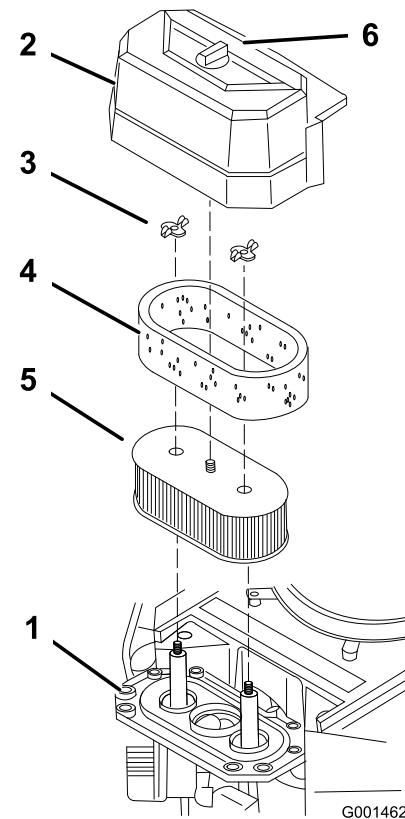

Figure 26
3. Nettoyez la surface autour du filtre à air pour éviter que des impuretés n'endommagent le moteur en tombant à l'intérieur (Figure 26).
4. Dévissez le bouton du couvercle et déposez le couvercle du filtre à air (Figure 26).
5. Dévissez les 2 écrous à oreilles et déposez l'ensemble filtre à air (Figure 26).
6. Sortez délicatement l'élément en mousse de l'élément en papier (Figure 26).
1. Ne nettoyez pas l'élément en papier ; remplacez-le (Figure 26).
1. Glissez délicatement l'élément en mousse sur l'élément en papier (Figure 26).
2. Posez l'ensemble filtre à air sur sa base et fixez-le en place avec les 2 écrous à oreilles (Figure 26).
3. Mettez le couvercle du filtre en place et serrez le bouton (Figure 26).